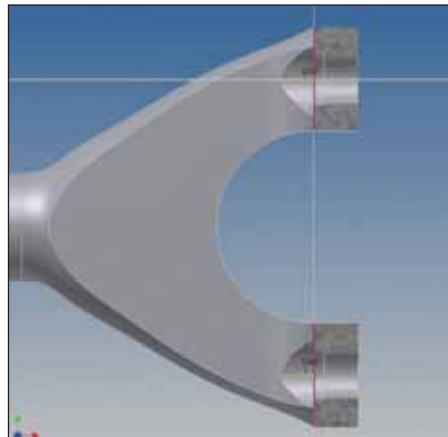

Рис. 48
64. В новом эскизе создать центры отверстий с помощью инструмента *Точка/Центр*  (рис. 48).